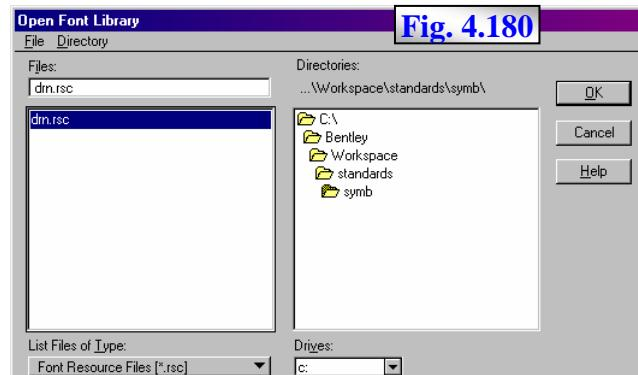

Fig. 4.180
- prin activarea butonului **Open** localizat sub zona *Destinație* din dreapta ferestrei **Font Installer**, se activează fereastra **Open Font Library**, fig. 4.180, prin care se specifică librăria destinație, în care vor fi salvate font-urile; fișierele librărie au extensia **rsc**; după selecția fișierului librărie butonul **OK** va genera, în zona *Destinație* din dreapta ferestrei **Font Installer**, lista fișierelor conținute în librăria selectată, iar fontul curent este marcat cu un asterisc;